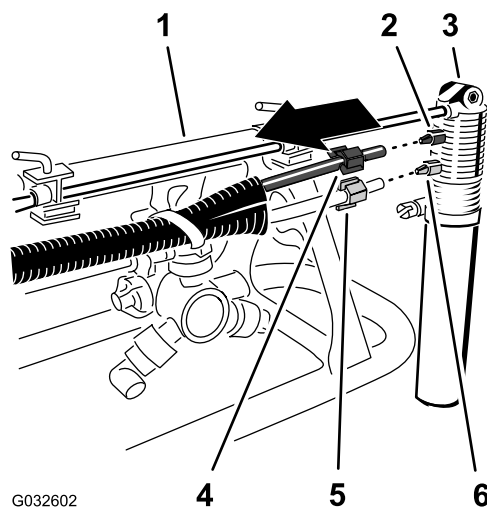

Figure 26
2. Sur la buse du traceur à mousse, desserrez l'écrou à compression qui fixe le tube bleu (eau) au raccord à compression bleu de la buse (Figure 26).
3. Desserrez l'écrou à compression qui fixe le tube transparent (air) au raccord à compression blanc de la buse du traceur à mousse (Figure 26).
5. Desserrez les écrous à compression aux extrémités des tubes (Figure 26).